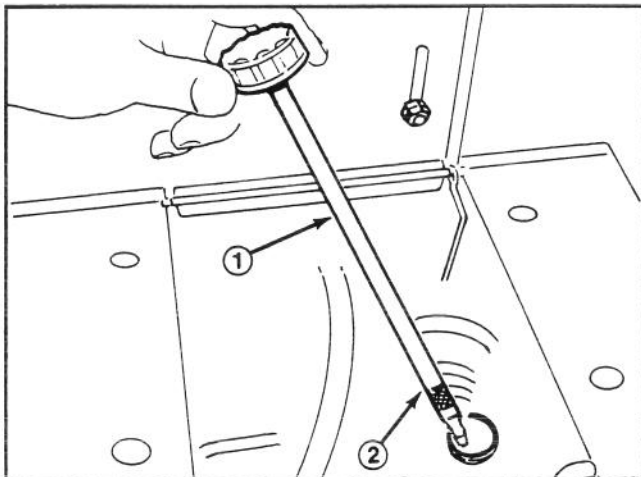

Abbildung 4
3. Den Ölmeßstab aus dem Füllstutzen entfernen (Abb. 4).
5. Das Öl langsam in das Kurbelgehäuse einfüllen (Abb. 4). Der Motor braucht ein beliebiges waschaktives Öl hoher Qualität mit der API Dienstklassifikation SF oder SG. Die für die zu erwartende Temperatur zutreffende Ölviskosität wählen.
6. Den Aufsitzmäher sanft hin- und herschaukeln, um mögliche Luftblasen im Kurbelgehäuse freizusetzen. Den Ölmeßstab vollständig in den Füllstutzen einschrauben; dann entfernen und sicherstellen, daß der Ölstand die VOLL-Markie erreicht (Abb. 4). Bei zu niedrigem Ölstand, genug Öl nachfüllen, bis der Ölstand die Ölmarke erreicht.